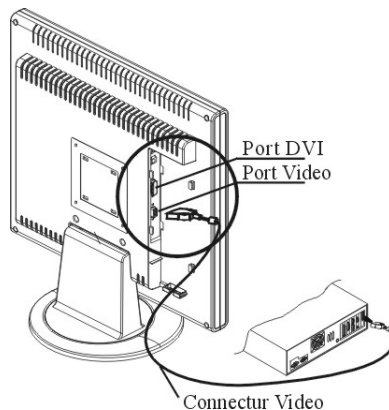

Figure 1-4
2. Connectez une extrémité du câble de signal à la prise du Moniteur LCD. (cf. Figure 1-4)